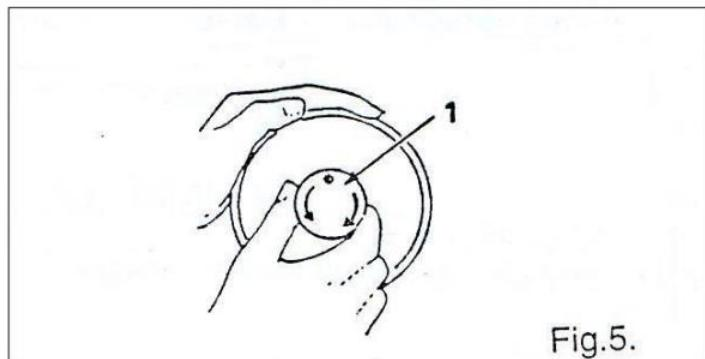

Fig.5.
8. Намотка нити на шпульку (Рис. 5, 6) (20433/43/53/53A/63/143, 457 А/В/О)
1. Ослабьте винт (1), держите маховое колесо левой рукой, а правой рукой поверните переключатель привода иглы/намотки по направлению к себе (Рис.5).